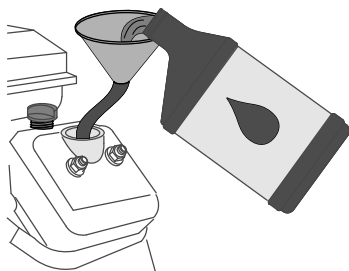

Figura 71
6. Si el nivel de aceite es bajo, limpie la zona alrededor del cuello de llenado y añada aceite del tipo especificado (Figura 71) hasta que el nivel de aceite esté entre las zonas sombreadas de la varilla.